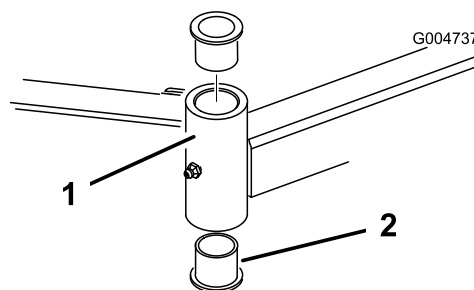

Figura 84
4. Inserite un punteruolo nella parte superiore o inferiore del tubo di fissaggio, e spingete la boccola fuori del tubo (Figura 84). Estraete dal tubo anche l'altra boccola. Pulite l'interno dei tubi di fissaggio.